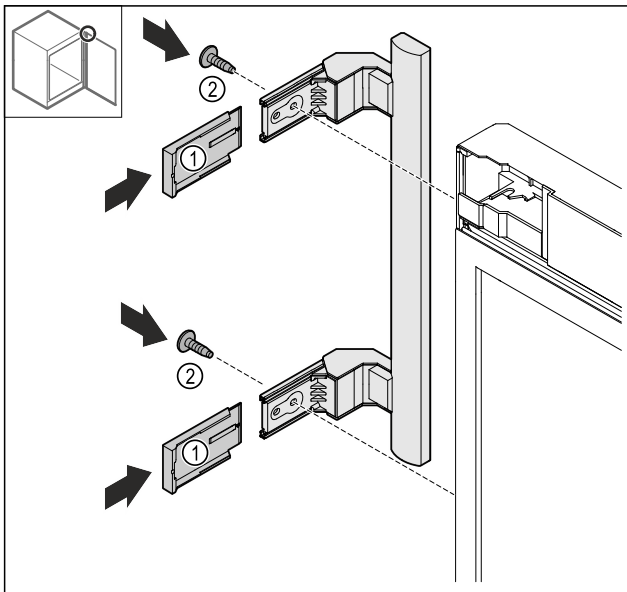

Fig. 25
- ▶ Nasuňte kryty Fig. 25 (1).